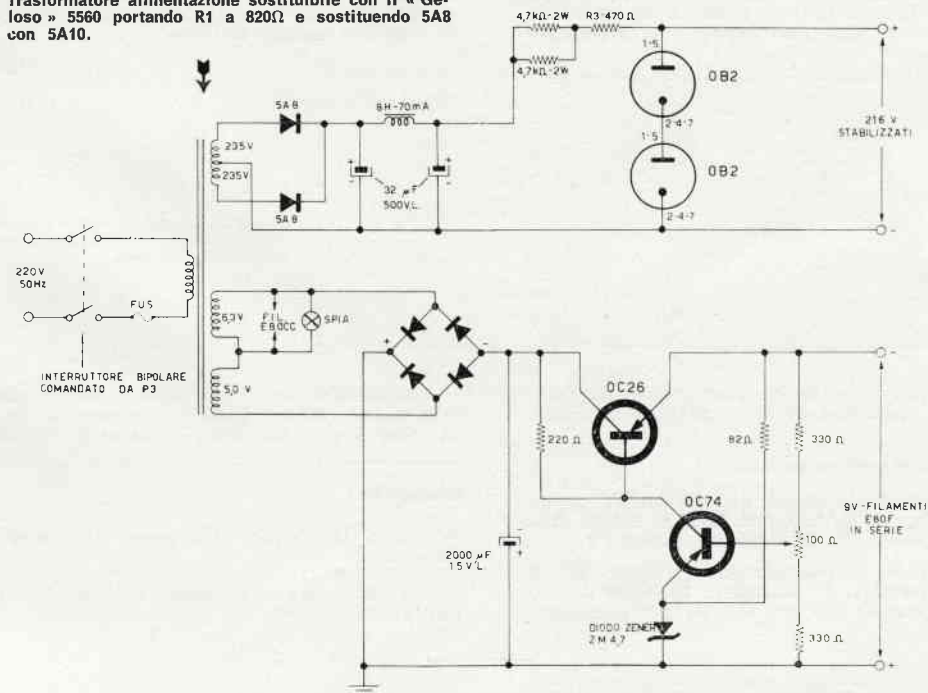
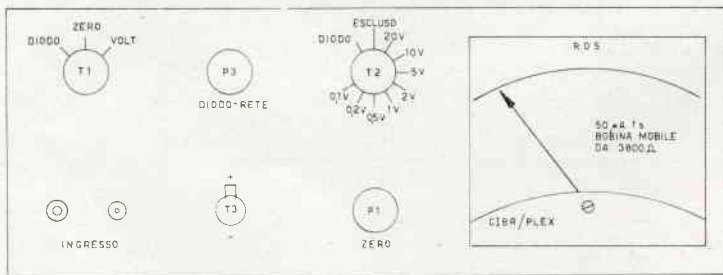

Fig. 3 - Alimentatore stabilizzato per la tensione anodica e dei filamenti del misuratore di R.O.S./elettrometro
Fig. 5
Al fine di migliorare ulteriormente la stabilità del misuratore di R.O.S./elettrometro ne sono state stabilizzate sia le tensioni anodiche e di griglia schermo, che quelle di filamento (solo per le E80F). In fig. 3 è tracciato lo schema del circuito stabilizzatore utilizzante due OB2 in serie per l'alta tensione e i transistori OC26 e OC74 per la tensione di filamento (9 V - 300 mA) delle due E80F che sono collegate in serie. Il grado di stabilizzazione dato dal semplice circuito a transistori non è molto spinto. Infatti variando la
Volendo utilizzare un trasformatore di facile reperibilità si può impiegare il « Geloso » n. 5560 avente il primario universale e i seguenti secondari: 250+250V 65 mA, 5,0 V - 2A e 6,3 V - 1,6 A. Il leggero aumento della tensione a frequenza rete che alimenta i diodi 5A8 (15V) determina le seguenti modifiche: sostituzione dei diodi 5A8 con i diodi 5A10 aventi 1000 V di tensione inversa (*) e aumento di R3 da 470 Ω a 820 Ω , portandone la dissipazione a 2 W (fig. 3).
Sul pannello frontale (fig. 5) oltre al microamperometro sono stati disposti i commutatori T1 e T2 (fig. 2), il deviatore per l'inversione di polarità del microamperometro (T3 fig. 2), il potenziometro di azzeramento fine P1, il potenziometro regolatore di contoreazione P3 che comanda anche l'interruttore rete (fig. 2) e la presa coassiale da pannello (ingresso). Sul pannello posteriore sono stati sistemati il fusibile di protezione, il potenziometro di taratura per la tensione dei filamenti (P6 fig. 3), il potenziometro di taratura per le scale voltmetriche 0,1V f.s. e 0,2-20V f.s. (rispettivamente P4 e P5 - fig. 2), il potenziometro
2) Dopo 20 minuti dall'accensione ruotare P6 fino ad avere una tensione di uscita di 9V (per i filamenti delle E80F collegati in serie - fig. 3).